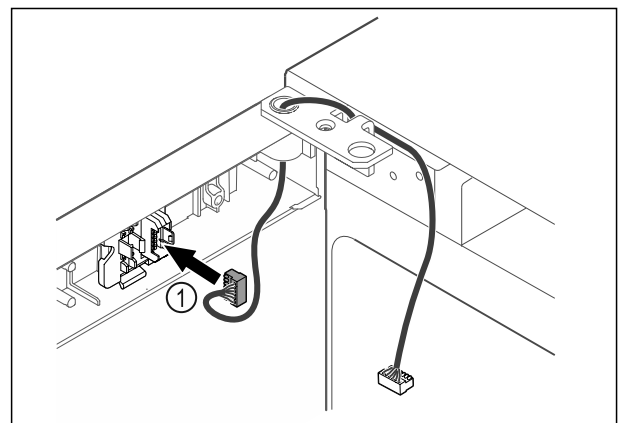

Fig. 47
- ▶ Aseta pistoke Fig. 47 (1) pistokkeenpitimeen.